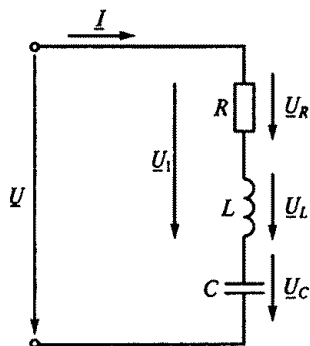

Рис. 77
3.14. Каковы напряжения U_R , U_L , U_C и U_1 и ток I при резонансе напряжений в цепи на рис. 77, если $U = 220$ В, $R = 22$ Ом, $x_L = 200$ Ом? (Указать неправильный ответ.)